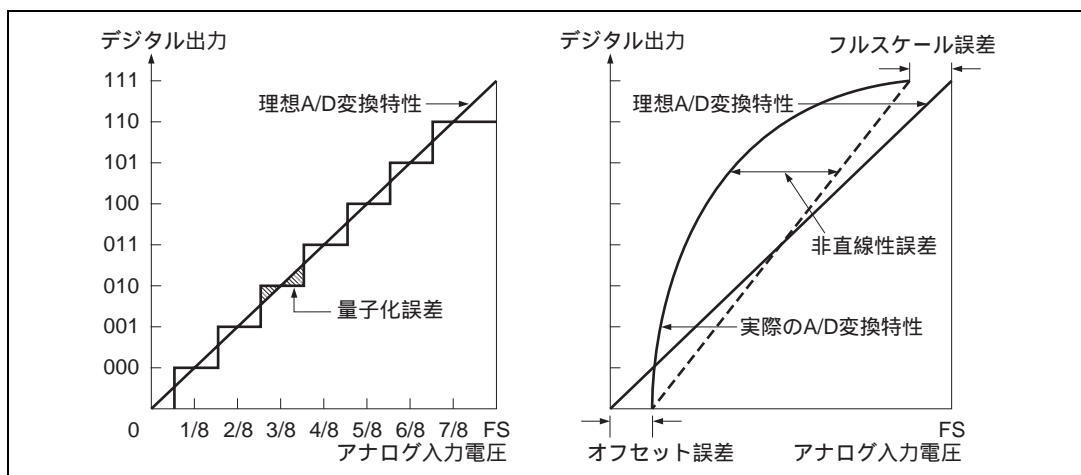

図 14.9 A/D 変換精度の定義
- ・ オフセット誤差 デジタル出力が最小電圧値0000000000から0000000001に変化するときのアナログ入力電圧値の理想A/D変換特性からの偏差。ただし、量子化誤差を含まない(図14.9)。
- ・ フルスケール誤差 デジタル出力が1111111110から1111111111に変化するときのアナログ入力電圧値の理想A/D変換特性からの偏差。ただし、量子化誤差を含まない(図14.9)。
- ・ 量子化誤差 A/D変換器が本質的に有する誤差であり、1/2LSBで与えられる(図14.9)。